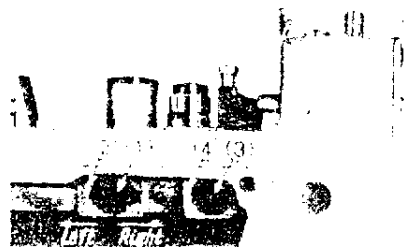

Fig. 9
II. FONCTION DU RELEVEUR DE FIL - FIGURE 9
NEANMOINS, LE PINCE FIL DOIT ÊTRE RÉGLÉ DE FAÇON À CE QU'IL NE RETIENNE PAS LE FIL PENDANT LA COUTURE. COMME INDIQUE FIGURE 11, EFFECTUER CE REGLAGE EN DESSERANT LA VIS (3) FIG. 9 DU BLOC BARRE DE PINCE DE FAÇON QUE PENDANT LA COUTURE, L'ESPACE ENTRE LE BLOC ET LA PINCE SOIT DE 0,8 À 1,2MM - DEPLACER LE BLOC DE DROITE À GAUCHE POUR OBTENIR CET ESPACE.